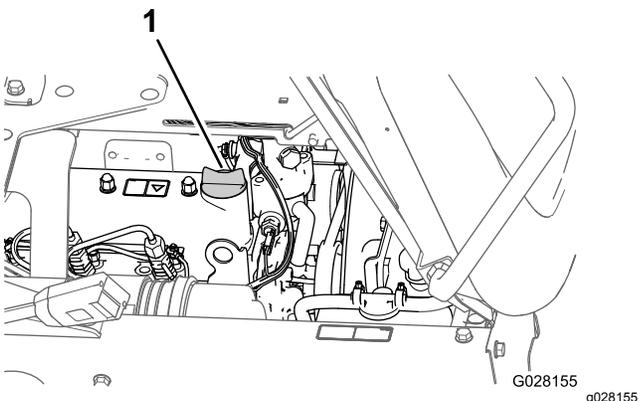

Figura 71
- Se o nível de óleo estiver baixo, retire o tampão de enchimento da cobertura da válvula e adicione lentamente óleo no tubo de enchimento até que o nível suba até à marca Cheio da vareta (Figura 71).